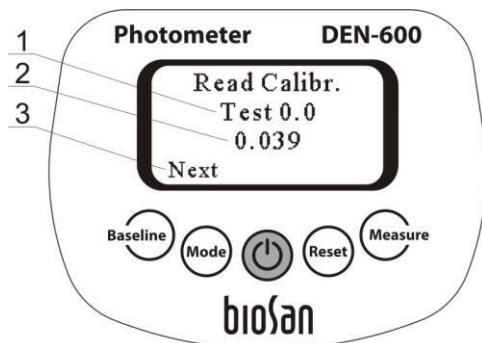

Figura 4. Dados de calibração do usuário salvos
5.7 **Observação de dados de calibração do usuário salva (Figura 4).** Pressione a tecla **Mode** no regime de calibração do usuário e, em seguida, pressione Next (tecla **Baseline**) para observar os pontos calibrados e o resultado do Abs equivalente ao MCF na calibração do usuário.